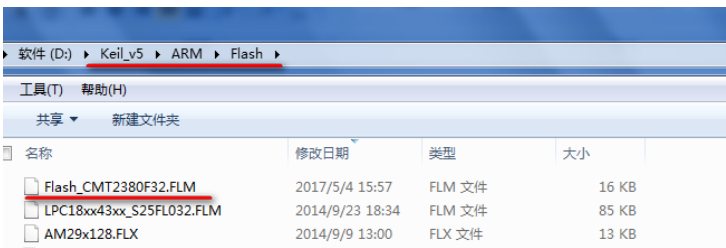

图 3-3. 拷贝 Flash\_CMT2380F32.FLM
2. 把 Flash\_CMT2380F32.FLM 文件拷贝到 “Keil\_v5\ARM\Flash” 路径下，如下图 3-3 所示。